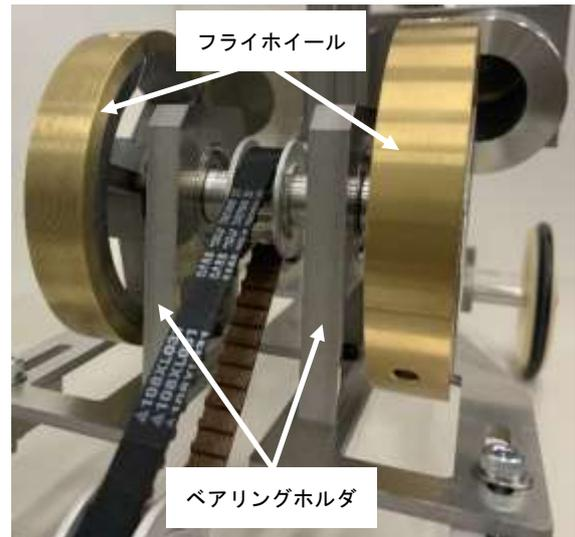

図4 二点支持
問題点②を改善するため、図4に示すようにベアリングホルダを2個配置した。このことにより、クランク軸を2個のベアリングで支えることで、フライホイールの振れが小さくなり、機械的損失を抑えることができた。また、車両のバランスを考慮し、フライホイールを2個取り付けることにした。